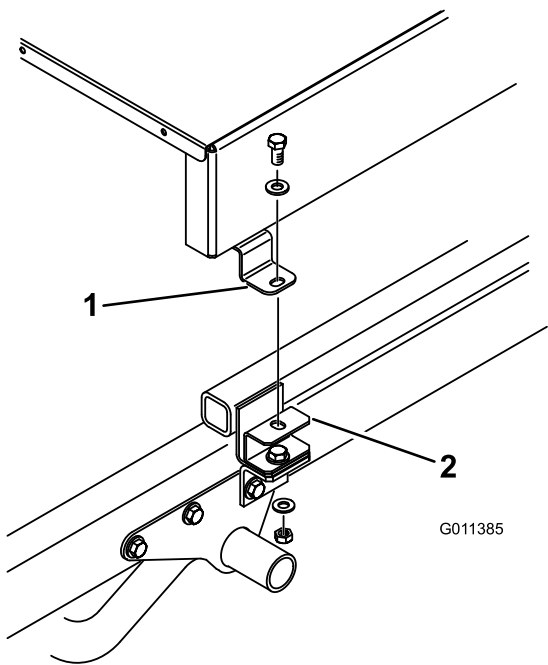

図 10
7. 各取り付けブラケット (図 9) またはスペーサマウント (図 10) の上部を、トップドレッサの左右にある取り付けタブに取り付ける；1/2 x 1 インチ・キャップスクリュー (2本)、平ワッシャ、ロックナットを使用する。各ボルト類を締め付ける。